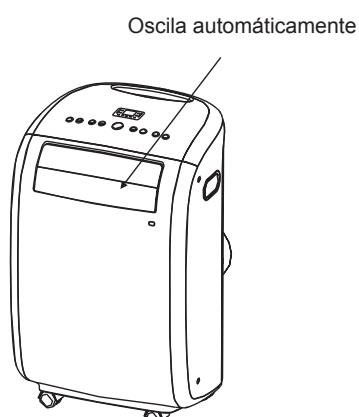

Fig. 4
- Ajuste automáticamente la dirección del flujo de aire (Fig. 4):